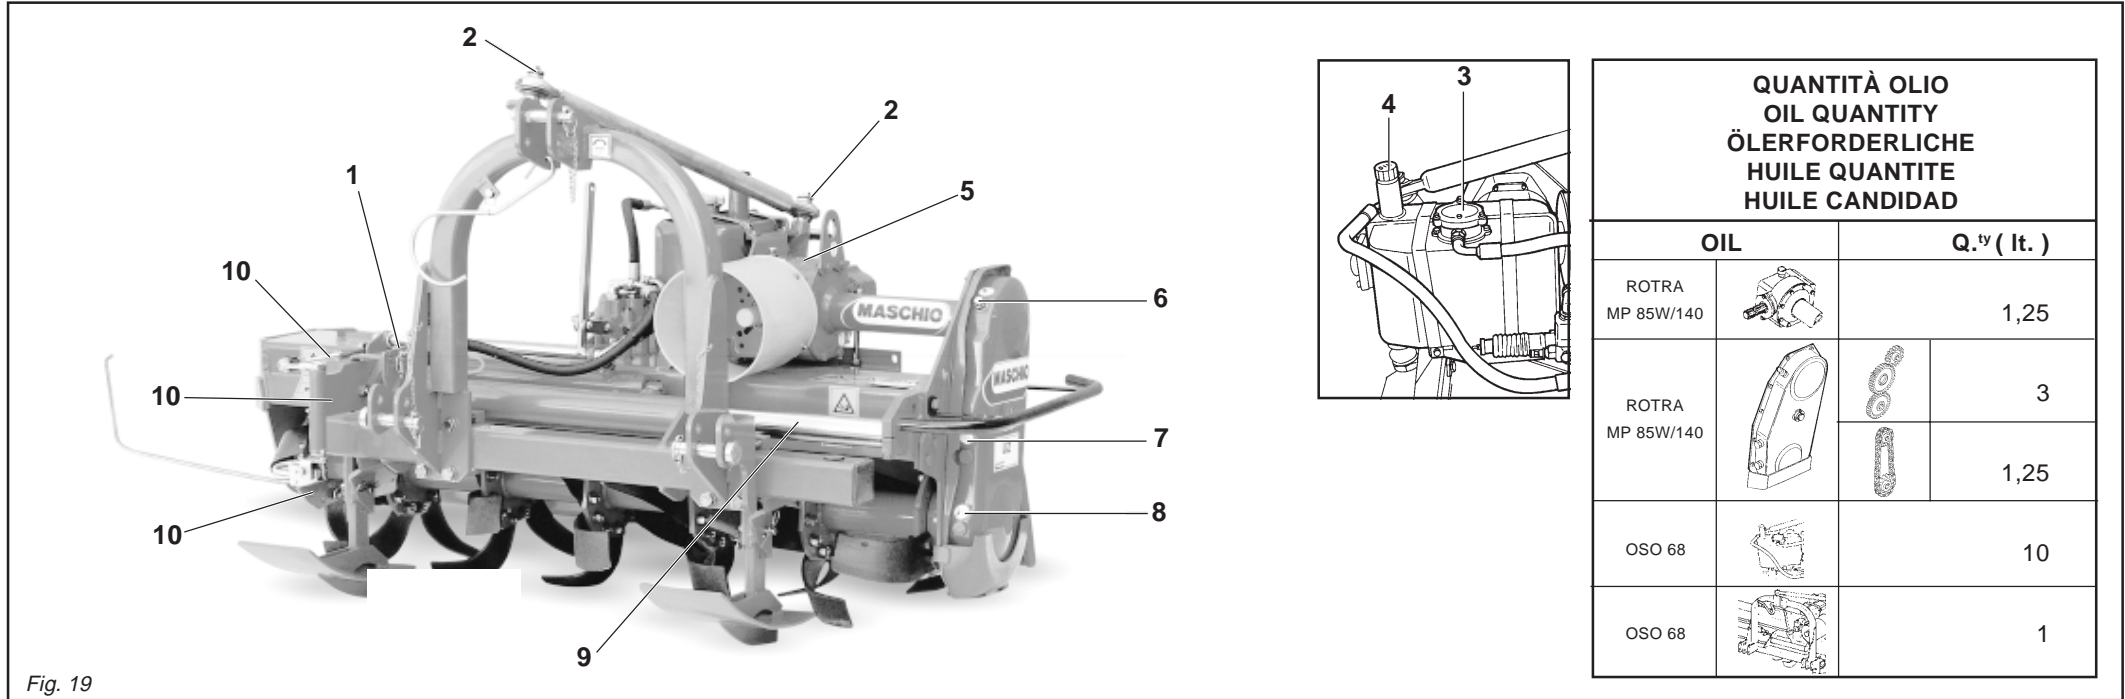

Fig. 19
- Graissez la tige de coulissement (9 Fig. 19).
- Graissez les leviers du groupe palpeur (10 Fig. 19).
- Contrôlez le niveau de l'huile dans la boîte du réducteur. Si nécessaire, rajouter de l'huile jusqu'au cran sur la jauge (5 Fig. 19).
- Contrôlez le niveau de l'huile dans le carter latéral de la transmission en dévissant le bouchon de niveau (7 Fig. 19) et vérifiant si l'huile sort. Si nécessaire rajouter de l'huile par le bouchon (6 Fig. 19) jusqu'à ce qu'elle sorte par le bouchon de niveau.
- Vidangez entièrement l'huile du réducteur et du carter de transmission à travers le bouchon de vidange qui se trouve sous la boîte du réducteur et par le bouchon de vidange de la transmission (8 Fig. 19).
- Engrasar los puntos de articulación del tirante de regulación (2 Fig. 19).
- Engrasar la varilla (9 Fig. 19).
- Engrasar las palancas del grupo palpador (10 Fig. 19).
- Controlar el nivel de aceite en el reductor, eventualmente rellenar hasta la muesca de nivel presente en la varilla (5 Fig. 19).
- Controlar el nivel de aceite en el cárter lateral de la transmisión, desenroscando el tapón de nivel (7 Fig. 19) y controlando que salga el aceite. Eventualmente agregar aceite a través del tapón de llenado (6 Fig. 19), hasta que veamos que sale por el tapón de nivel.
- Efectuar el cambio completo del aceite, tanto del reductor como también del cárter de transmisión, descargando completamente el aceite del tapón de descarga presente debajo de la caja del reductor y del tapón de descarga transmisión (8 Fig. 19).
- Periodicamente verificare il livello dell'olio contenuto nel pistone di guida dello scorrimento laterale, tramite il tubicino in plastica trasparente a fianco dell'attacco 3° punto, ed eventualmente ripristinare con olio idraulico attraverso il tappo di riempimento (1 Fig. 19).
- Periodicamente verificare il livello dell'olio contenuto nel serbatoio del circuito idraulico. Eventualmente aggiungere attraverso il tappo di riempimento/livello (4 Fig. 19).
- Controllare contemporaneamente lo stato di usura del filtro (3 Fig. 19). Se sporco pulirlo, se usurato o rotto, sostituirlo.
Top up with hydraulic oil through the fill plug if necessary (1 Fig. 19).
- *Periodically check the level of the oil in the tank of the hydraulic circuit. Top up as necessary through the fill/level plug (4 Fig. 19).*
- *Check the filter for wear at the same time (3 Fig. 19). Clean the filter if it is dirty. Replace it if it is worn or broken.*
- Regelmäßig den Ölstand im Führungskolben der seitlichen Verschiebevorrichtung prüfen, und zwar anhand des Klarsichtschlauches neben dem oberen Kupplungspunkt. Ggf. hydraulisches Öl durch den Öleinfüll- und Ölstandsstopfen (1 Abb. 19) nachfüllen.
- Regelmäßig den Ölstand im Behälter des hydraulischen Kreislaufs prüfen. Ggf. Öl durch den Öleinfüll- und Ölstandsstopfen (4 Abb. 19) nachfüllen.
- Gleichzeitig den Verschleißzustand des Filters (3 Abb. 19) prüfen. Wenn er schmutzig ist, wird er gereinigt. Ist er verschlissen oder beschädigt, wird er ersetzt.
- *Vérifiez périodiquement le niveau de l'huile dans le piston de guidage du coulissement latéral par la tubulure transparente à côté du 3e point d'attelage; si nécessaire rajoutez de l'huile hydraulique par le bouchon de remplissage (1 Fig. 19).*
- *Vérifiez périodiquement le niveau de l'huile dans le réservoir du circuit hydraulique; si nécessaire rajoutez de l'huile par le bouchon de remplissage/niveau (4 Fig. 19).*
- *Contrôlez en même temps si l'état du filtre (3 Fig. 19). Vous devrez le nettoyer s'il est sale ou le remplacer s'il est usé ou cassé.*
- Periódicamente controlar el nivel del aceite contenido en el pistón de guía de la corredera lateral, mediante el tubo de plástico transparente presente junto al enganche del 3° punto, y eventualmente rellenar con aceite hidráulico a través del tapón de llenado (1 Fig. 19).
- Periódicamente controlar el nivel del aceite contenido en el tanque del circuito hidráulico. Eventualmente agregar a través del tapón de llenado/nivel (4 Fig. 19).
- Controlar contemporáneamente el estado de desgaste del filtro (3 Fig. 19). Si está sucio limpiarlo, si está gastado o roto, sustituirlo.